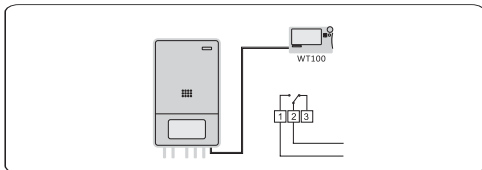

Рис.6: модель WT100RF
2. Схема управління помпою або центральною системою опалення, рис.6, рис.7.